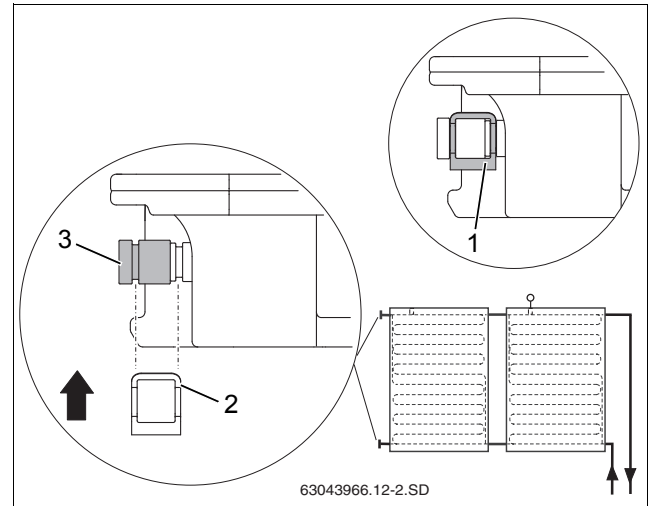

Рис. 20 Фиксация торцевой крышки зажимом
- ▶ Наденьте торцевую крышку с кольцом (рис. 20, [3]) на штуцер коллектора.
- ▶ Установите зажим (рис. 20, [2]) для фиксации торцевой крышки на штуцере коллектора.
- ▶ Каждую торцевую крышку закрепите зажимом (рис. 20, [1]).